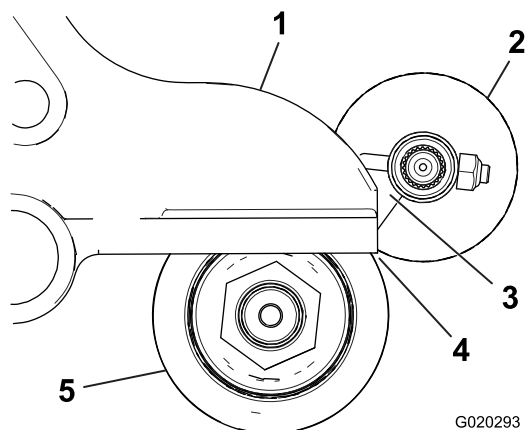

Figura 18
28. Posizionate la spazzola per rullo in modo che si crei un leggero contatto con il rullo posteriore (ad es. in modo che lo tocchi o vi sia appoggiata) (Figura 18).